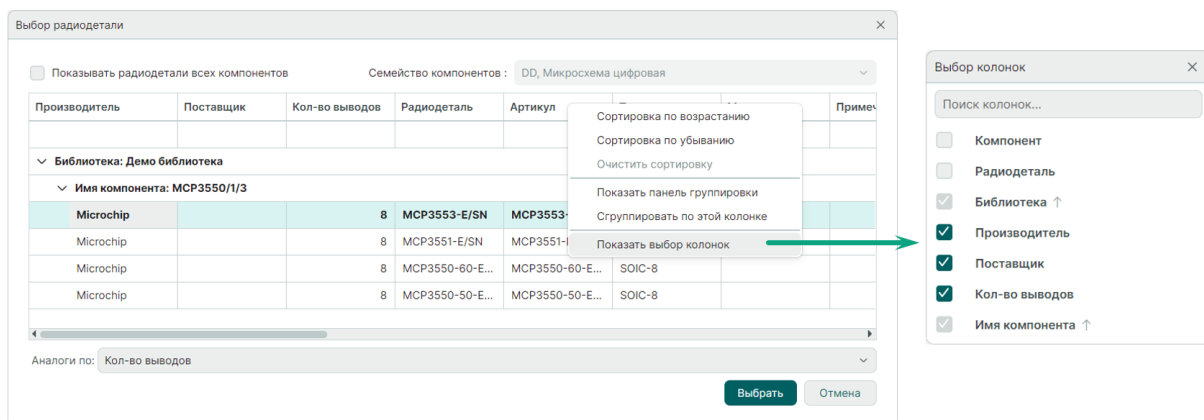

Рис. 94 Выбор отображаемых колонок
- Выбор столбцов для отображения осуществляется в окне «Выбор колонок». Для этого вызовите контекстное меню на заголовке колонки и выберите команду «Показать выбор колонок». Для включения/отключения отображения колонок в окне «Выбор колонок» установите/снимите флаг напротив наименования нужного столбца, см. Рис. 94.